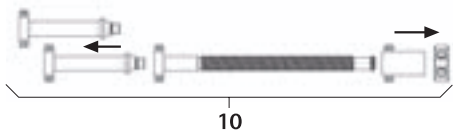

Рис. 6
- Демонтировать шпindelный дистрактор 10, см. Рис. 6.